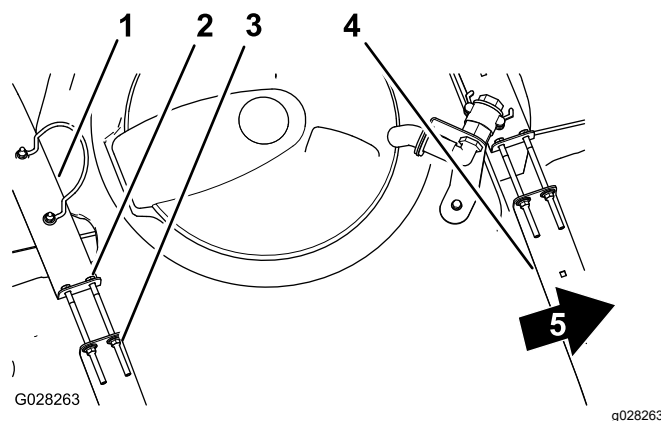

Figura 73
2. Compruebe si hay holgura entre los flejes y el depósito (Figura 73).
3. Si los flejes tienen holgura, apriete las contratuercas con arandela prensada y los pernos del extremo superior de los flejes hasta que los flejes queden apretados contra la superficie del depósito (Figura 73).